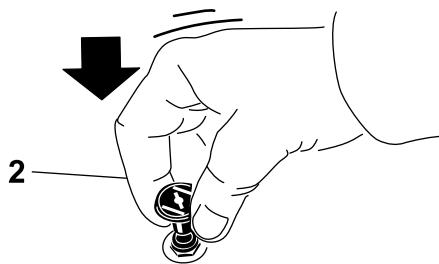

Bild 30
1. Ziehen Sie das Choke-Handrad heraus, um den Choke zu aktivieren, bevor Sie das Zündschloss verwenden (Bild 30).
2. Drücken Sie das Chokehandrad herein, um den Choke zu deaktivieren, wenn der Motor angesprungen ist (Bild 30).